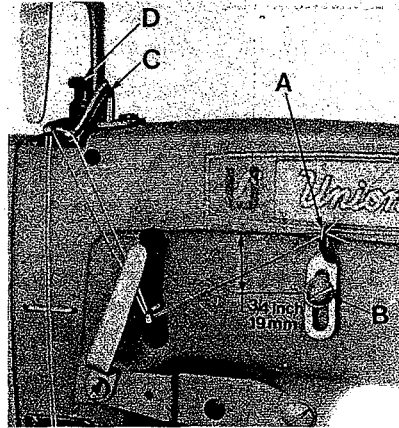
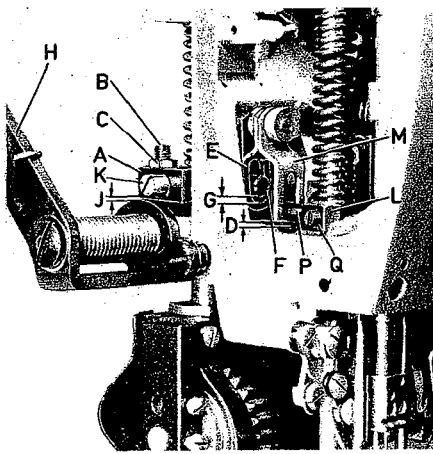

Fig. 30
Fig. 30A
Set the needle thread frame eyelet hole (A, Fig. 30) 19 mm = 3/4 inch above the center of mounting screw (B, Fig. 30). Lower it for more needle thread, raise it for less needle thread in the stitch. Set the needle thread take-up wire (C, Fig. 30) as low as possible. Raising the take-up wire increases the needle thread loop.
Stellen Sie die Nadelfadenführung am Gehäuse (A, Fig. 30) 19 mm hoch zur Mitte der Befestigungsschraube (B, Fig. 30) ein. Wird die Fadenführung tiefer gestellt bekommen Sie mehr Nadelfäden in die Naht. Durch Höherstellen erreichen Sie das Gegenteil. Stellen Sie den Nadelfadenabzug (C, Fig. 30) so tief wie möglich. Wird der Nadelfadenabzugsbügel nach oben gestellt, wird die rechte Nadelfaden-schlinge größer.
Insert a ply of fabric between upper and lower puller roller. Loosen screw (S, Fig. 30 C) then set the puller presser bar collar (A, Fig. 30 A) by means of adjusting screw (B, Fig. 30 A) so, that the distance (J, Fig. 30 A) between screw (K, Fig. 30 A) and hand lever (H, Fig. 30 A) is 0,2 - 0,5 mm (.008 - .020 inch), at the same time the upper puller roller must rest upon fabric. Secure screw (B, Fig. 30 A) with nut (C, Fig. 30 A). Retighten screw (S, Fig. 30 C).
Set the presser bar connection and guide (L, Fig. 30 A) so that puller roller and presser foot are lifted simultaneously when actuating the presser foot lifter lever and the presser foot is resting on the throat plate.
Legen Sie eine Lage zwischen die obere und untere Pullerrolle. Lösen Sie die Schraube (S, Fig. 30 C) dann stellen Sie den Mitnehmer (A, Fig. 30 A) mit der Stellschraube (B, Fig. 30 A) so ein, daß der Abstand (J, Fig. 30 A) zwischen Schraube (K, Fig. 30A) und dem Handhebel (H, Fig. 30 A) 0,2 - 0,5 mm beträgt, dabei muß die obere Pullerrolle auf dem Stoff aufliegen. Stellen Sie mit der Mutter (C, Fig. 30 A) die Schraube (B, Fig. 30 A) fest. Ziehen Sie die Schraube (S, Fig. 30 C) wieder an.
Die Drückerfußverbindung und Führung (L, Fig. 30 A) muß so gestellt werden, daß beim Betätigen des Drückerfuß-Lifterhebels Drückerfuß und Pullerrolle gleichzeitig angehoben werden, wenn der Drückerfuß auf der Stichplatte aufliegt.
Insert a ply of fabric between upper and lower puller roller. Loosen screw (S, Fig. 30 C), set the puller presser bar collar (A, Fig. 30 A) by means of adjusting screw (B, Fig. 30 A) so, that the distance (J, Fig. 30 A) between screw (K, Fig. 30 A) and hand lever (H, Fig. 30 A) is 0,2 - 0,5 mm (.008 - .020 inch), at the same time the upper roller must rest upon fabric. Secure screw (B, Fig. 30 A) with nut (C, Fig. 30 A). Retighten screw (C, Fig. 30 C). Set link (E, Fig. 30 A) by changing the length of the tractor cable (R, Fig. 30 B) so that the distance (G, Fig. 30 A) between link (E, Fig. 30 A) and screw (F, Fig. 30 A) is 0,5 - 1 mm (.020 - .040 inch).
Now set presser bar connection and guide (L, Fig. 30 A) so that the distance (D, Fig. 30 A) between link (M, Fig. 30 A) and screw (P, Fig. 30 A) is 0,5 - 1 mm (.020 - .040 inch) when the presser foot is resting on the throat plate.
For making this adjustment turn the handwheel in operating direction until the needle bar is in its lowest position and loosen screw (Q, Fig. 30 A). Then, while holding the presser foot down on the throat plate surface, pry up the presser bar connection and guide (L, Fig. 30 A) with a screwdriver to obtain the required setting. Retighten screw (Q, Fig. 30 A).
The presser foot must rest on the throat plate, when the upper puller roller is lifted with the hand lever (H, Fig. 30 A).
Regulate the presser spring regulating screw (D, Fig. 30) so that it exerts only enough pressure on the presser foot to feed the work uniformly. The regulating screw is located directly behind the needle bar in the head of the machine. The pressure exerted by the presser spring should be slightly more than the pressure exerted by the spring for the presser foot yielding section. Turning the regulating screw clockwise increases the pressure, counterclockwise decreases the pressure.
Legen Sie eine Lage Stoff zwischen die obere und untere Pullerrolle. Lösen Sie die Schraube (S, Fig. 30 C), dann stellen Sie den Mitnehmer (A, Fig. 30 A) mit der Stellschraube (B, Fig. 30 A) so ein, daß der Abstand (J, Fig. 30 A) zwischen Schraube (K, Fig. 30 A) und Handhebel (H, Fig. 30 A) 0,2 - 0,5 mm beträgt, dabei muß die obere Pullerrolle auf dem Stoff aufliegen. Stellen Sie mit der Mutter (C, Fig. 30 A) die Schraube (B, Fig. 30 A) fest. Ziehen Sie die Schraube (S, Fig. 30 C) wieder an. Die Lasche (E, Fig. 30 A) wird durch Veränderung der Länge des Zugseils (R, Fig. 30 B) so eingestellt, daß der Abstand (G, Fig. 30 A) zwischen Lasche (E, Fig. 30 A) und Schraube (F, Fig. 30 A) 0,5 - 1 mm beträgt.
Die Drückerfußverbindung und Führung (L, Fig. 30 A) wird nun so eingestellt, daß bei auf der Stichplatte aufliegendem Drückerfuß, der Abstand (D, Fig. 30 A) zwischen Lasche (M, Fig. 30 A) und Schraube (P, Fig. 30 A) 0,5 - 1 mm beträgt.
Zum Einstellen drehen Sie das Handrad in Nährichtung, bis die Nadelstange in der untersten Stellung ist und lösen die Schraube (Q, Fig. 30 A). Während Sie nun den Drückerfuß auf die Stichplatte herunterdrücken, heben Sie mit einem Schraubendreher die Drückerfußverbindung und Führung (L, Fig. 30 A) in die gewünschte Stellung. Ziehen Sie die Schraube (Q, Fig. 30 A) wieder an.
Der Drückerfuß muß auf der Stichplatte aufsitzen, wenn die obere Pullerrolle mit dem Handhebel (H, Fig. 30 A) angehoben wird.
Stellen Sie die Drückerfuß-Regulierschraube (D, Fig. 30) so ein, daß gerade so viel Druck auf dem Drückerfuß ist, daß ein gleichmäßiger Transport gewährleistet wird. Die Regulierschraube ist direkt hinter der Nadelstange auf dem Maschinenarm. Der Druck den die Drückerfußfeder erzeugt, sollte gerade etwas größer sein als der Druck den die Feder für das Drückerfußseitenteil erzeugt. Drehen der Regulierschraube im Uhrzeigersinn verstärkt den Druck, drehen entgegen dem Uhrzeigersinn bewirkt das Gegenteil.
For adjusting puller roller motion loosen nut (A, Fig. 30 E). Turning screw (B, Fig. 30 E) clockwise decreases the puller roller motion, turning it counterclockwise increases the motion. Tighten nut (A) after making this adjustment.
The puller brake is adjusted in the factory. If it is necessary to readjust it, remove screw (A, Fig. 30 D), loosen nut (B, Fig. 30 D) and screw (E, Fig. 30 D) and set the puller brake by means of nut (C, Fig. 30 D) until the lever (D, Fig. 30 D) can be moved with a force of 25 N (5,5 lbf.). Retighten all screws and nuts after making this adjustment. Make sure that nut (C) does not turn while tightening nut (B).
Zum Einstellen des Pullertransportwegs lösen Sie die Mutter (A, Fig. 30 E). Drehen der Schraube (B, Fig. 30 E) im Uhrzeigersinn verkleinert den Pullertransportweg, drehen im Gegenuhzeigersinn vergrößert ihn. Ziehen Sie die Mutter (A) nach dieser Einstellung wieder an.
Die Pullerbremse wird im Werk eingestellt. Wird eine Neueinstellung notwendig, entfernen Sie die Schraube (A, Fig. 30 D), lösen Sie die Mutter (B, Fig. 30 D) und die Schraube (E, Fig. 30 D) und stellen Sie mit der Mutter (C, Fig. 30 D) die Pullerbremse so ein, daß der Hebel (D, Fig. 30 D) mit einer Kraft von 25 N bewegt werden kann. Ziehen Sie nach dieser Einstellung alle Schrauben und Muttern wieder an. Beachten Sie beim Festziehen der Mutter (B) daß die Mutter (C) nicht mehr gedreht wird.